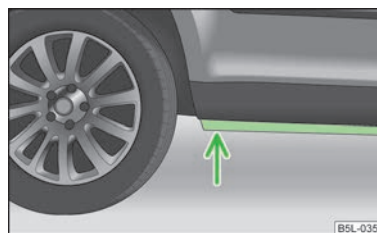

Fig. 111
- Înainte de traversarea zonei inundate, stabiliți adâncimea apei. Nivelul apei nu are voie să depășească nervura lonjeronului inferior » fig. 111;